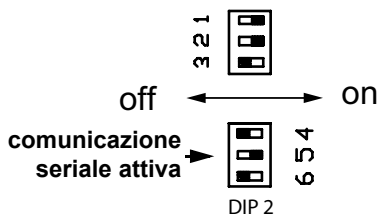

Figura 5.26
- Impostare i jumper come in Figura 5.26